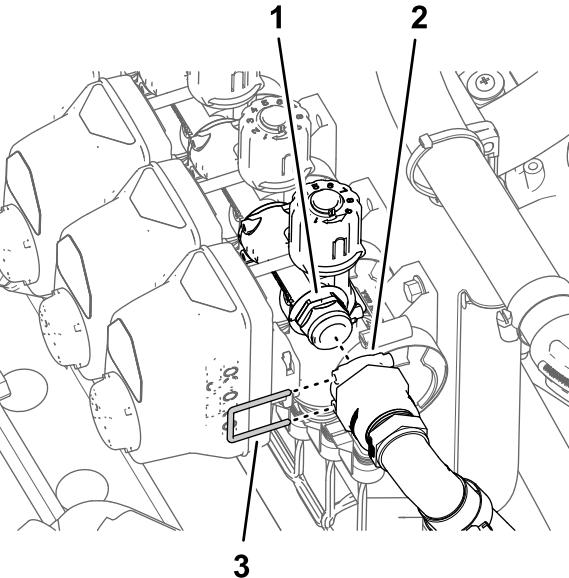

Рисунок 111
2. Подсоедините быстроразъемный штуцер перепускного шланга к быстроразъемному штуцеру перепускного клапана на клапане сопла 10 (Рисунок 111).
| 3. Закрепите быстроразъемные штуцеры перепускного шланга и перепускного клапана с помощью держателя (Рисунок 111). | |